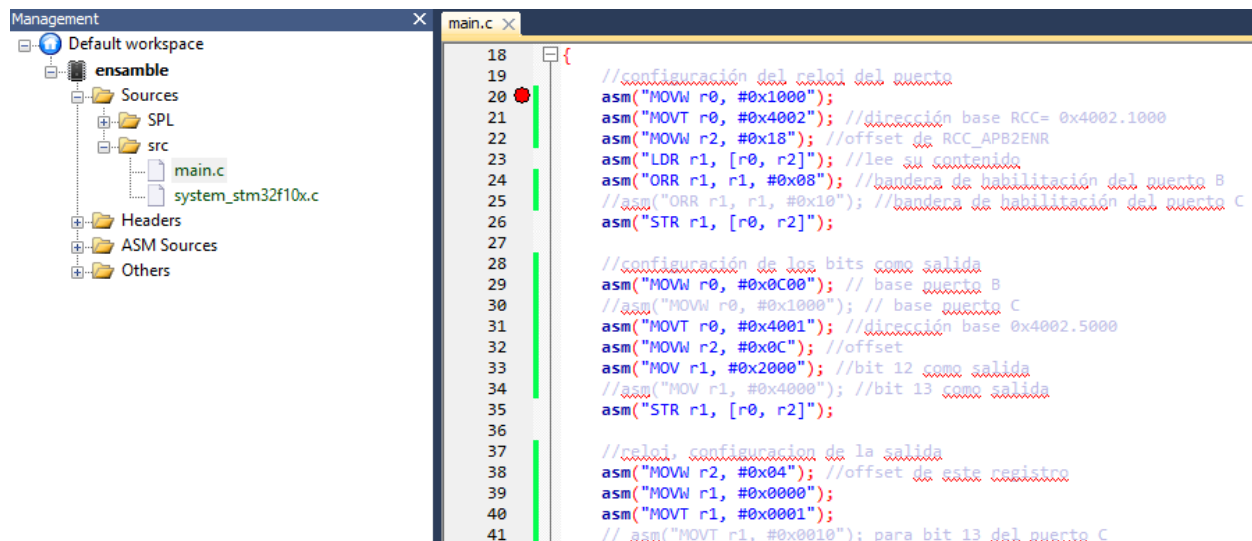

Figura 22. Creación del proyecto "ensamble" y vista del archivo main.c.
- Crea un proyecto de nombre "ensamble" y abra el archivo main.c, como aparece en la figura 22.